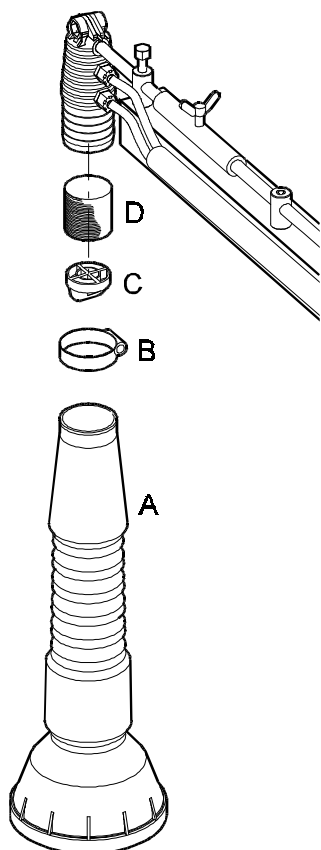

Bild 11.
- Försäkra den bästa möjliga skumbildning och hållbar skum med att byta svamparna ut till nya regelbundet varje år (reservdelnummer 520000.160, bild 11 "D").